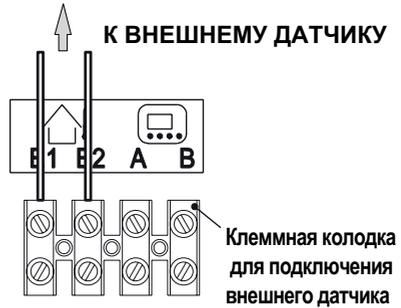

Рис. 5.24
- Соедините клеммы E1 и E2 клеммной колодки с двумя электропроводами, см. Рис. 5.24.